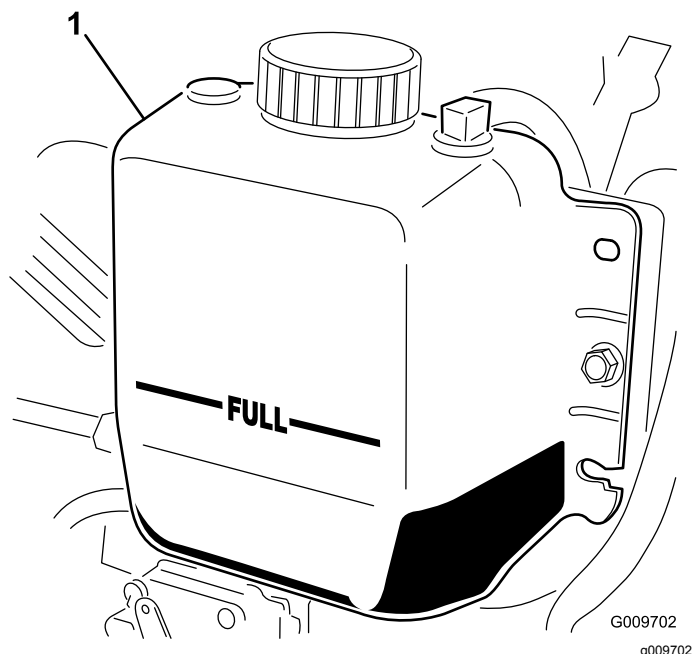

図 14
2. ラジエター内部の液量を点検する。補給口の首の上部まであればよい。また、補助タンク側面に付いているFULLマークまであればよい 図 14。